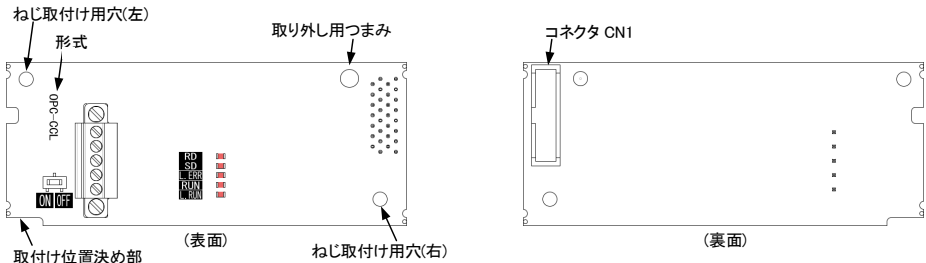

図 1.1 CC-Link 通信カードの各部の名称
- (1) 通信カード、ねじ(M3×8：2本)、取扱説明書(本書)が入っていることを確認してください。
- (2) 通信カード上の部品の異常、凹み、反りなど輸送時での破損がないことを確認してください。
- (3) 通信カード上に形式「OPC-CCL」が印刷されていることを確認してください。(図 1.1 参照)
- (2) 通信カードの裏面(図 1.1)の CN1 を、インバータの接続ポートへ差し込み、付属ねじで固定して下さい。(図 3.2)
注意 通信カードの取付け位置決め部(図 1.1)がツメ(図 3.2 の①)にセットされ、CN1(図 3.2 の②)が確実に差し込まれていることを確認してください。図 3.3 は取付け完了を示します。